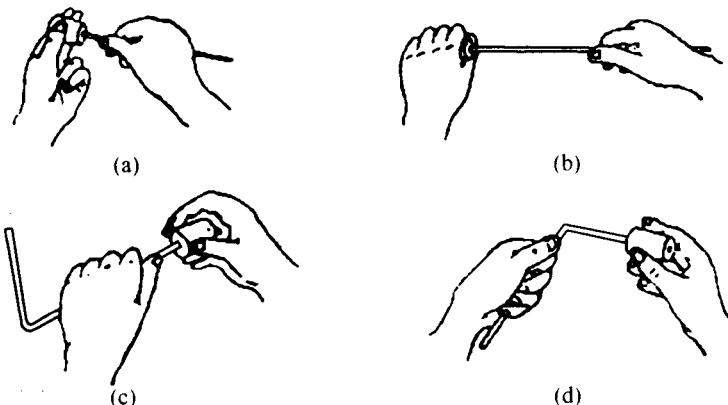

图 1-1 玻璃管与塞子连接时的操作方法
(1) 有机实验中主要使用玻璃仪器, 使用时, 不能对玻璃仪器的任何部位施加过度的压力.
(2) 需要用玻璃管和塞子连接装置时, 用力处不要离塞子太远, 如图 1-1 中的(a)和(c)所示. 图 1-1 中的(b)和(d)的操作是不正确的. 尤其是插入温度计时, 要特别小心.